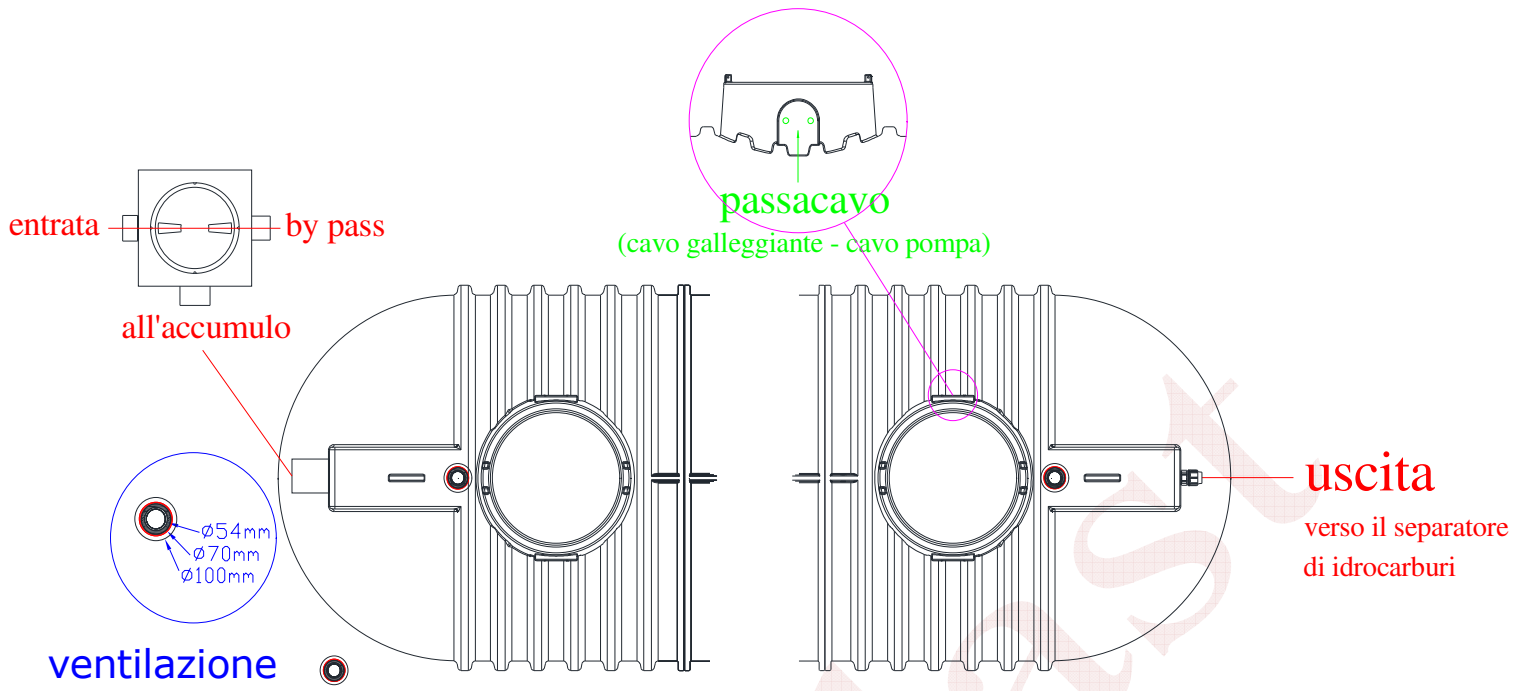
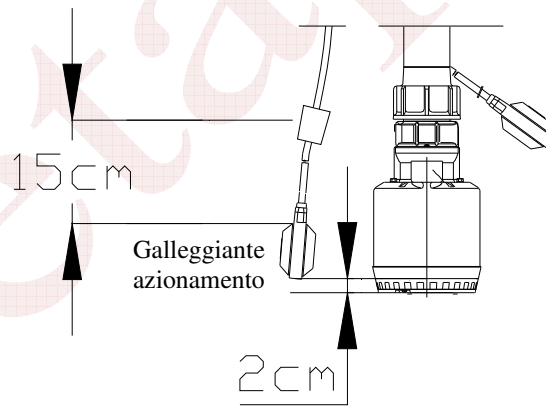

Fig.2 - Posizionamento collegamenti sfiati, cavo pompa e galleggiante
Fig.4- Posizionamento galleggiante
7.2. Collegamento sfiati (ventilazione) (Fig.2)
- Effettuare il collegamento elettrico al quadro per impianto prima pioggia (passacavo Fig.2)
- Collegare il galleggiante di azionamento della partenza ritardata posto a fondo vasca (passacavo Fig.2) seguendo lo schema elettrico e le istruzioni fornite con il quadro; posizionare il galleggiante di attivazione verticalmente a 2 cm dal fondo; assicurarsi che il fermo (fulcro) sia posizionato a circa 15 cm dal bulbo (Fig.4)